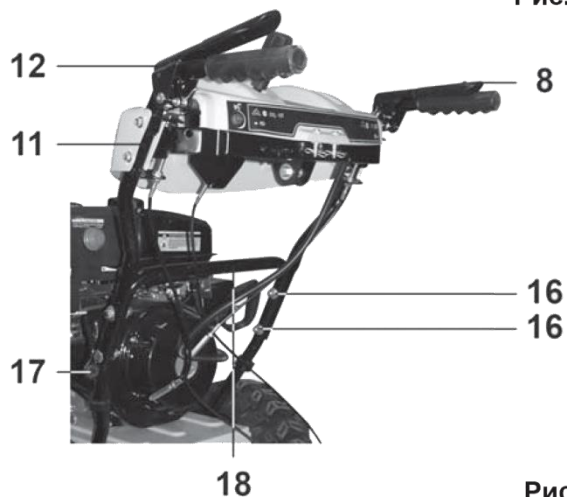

Рис. 6
6.1.2. Установите рукоятку управления (11) на нижнюю рукоятку (18) снегоборщика как показано на Рис.6.